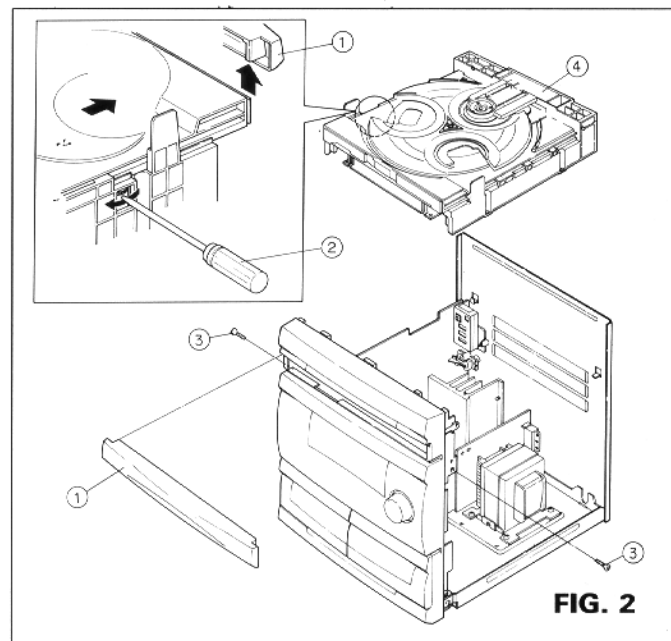

FIG. 2
3.2. Como desmontar o mecanismo do CD e a porta do CD (FIG.2)
Se o aparelho estiver desconectado da rede elétrica, gire a engrenagem da lateral do mecanismo de CD (mostrada em detalhe na FIG.2) no sentido horário, utilizando uma chave de fenda (nº 2) e puxe a gaveta do CD; remova o ornamento da gaveta (nº 1) puxando-o para cima;
AJUSTE DO FM ESTÉREO (Fig. 2)